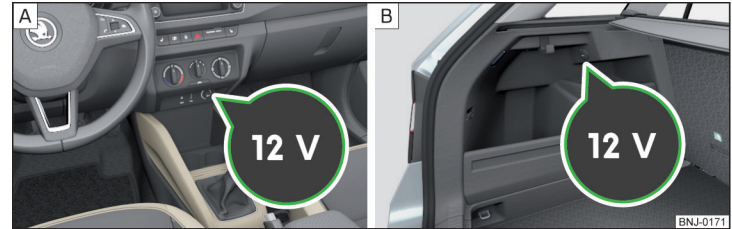

Abb. 75 Abdeckung der 12-Volt-Steckdose: im mittleren Teil der Schalttafel / im Gepäckraum
Einbauorte der 12-Volt-Steckdosen **» Abb. 75**
- Die Abdeckung der Steckdose abnehmen **» Abb. 75 - A** bzw. die Abdeckung der Steckdose öffnen **» Abb. 75 - B**.